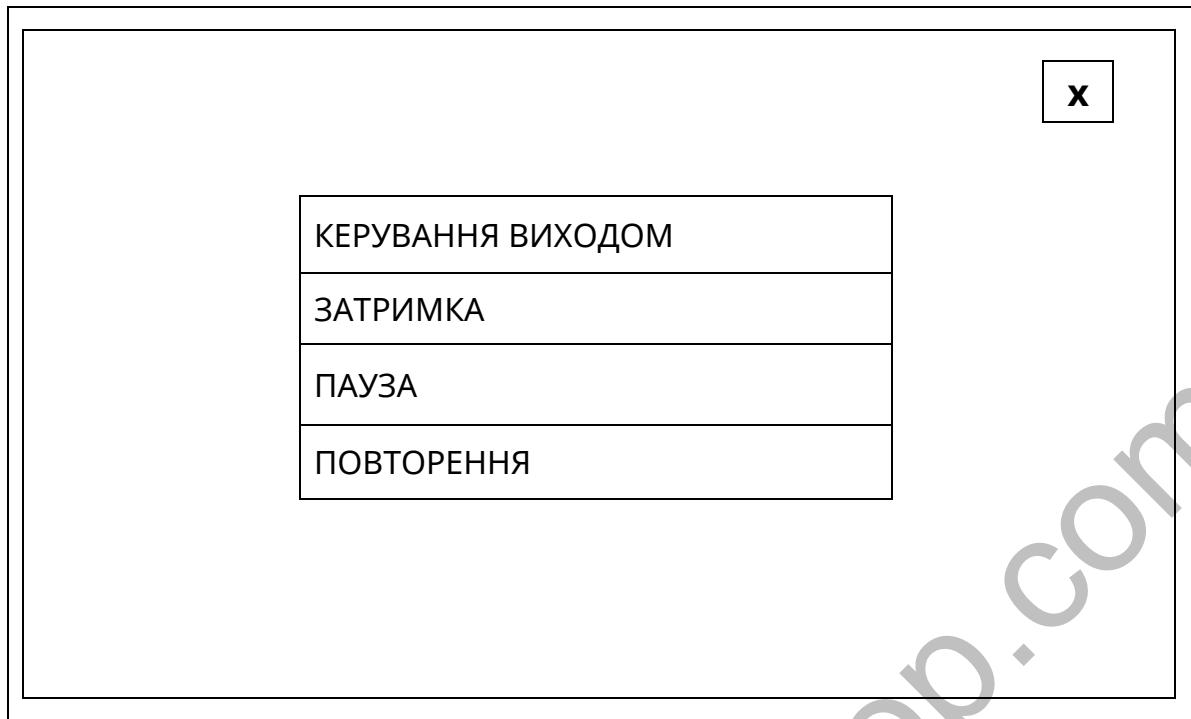

Рисунок 10.16.2 - Перелік дій для розробки сценарію
На дисплеї з'явиться перелік доступних для вибору дій (рис. 10.16.2).
- «Тип» – після дотику до цього рядка відкривається перелік дій рис. 10.16.2, в якому можна змінити раніше обраний тип дії на інший;